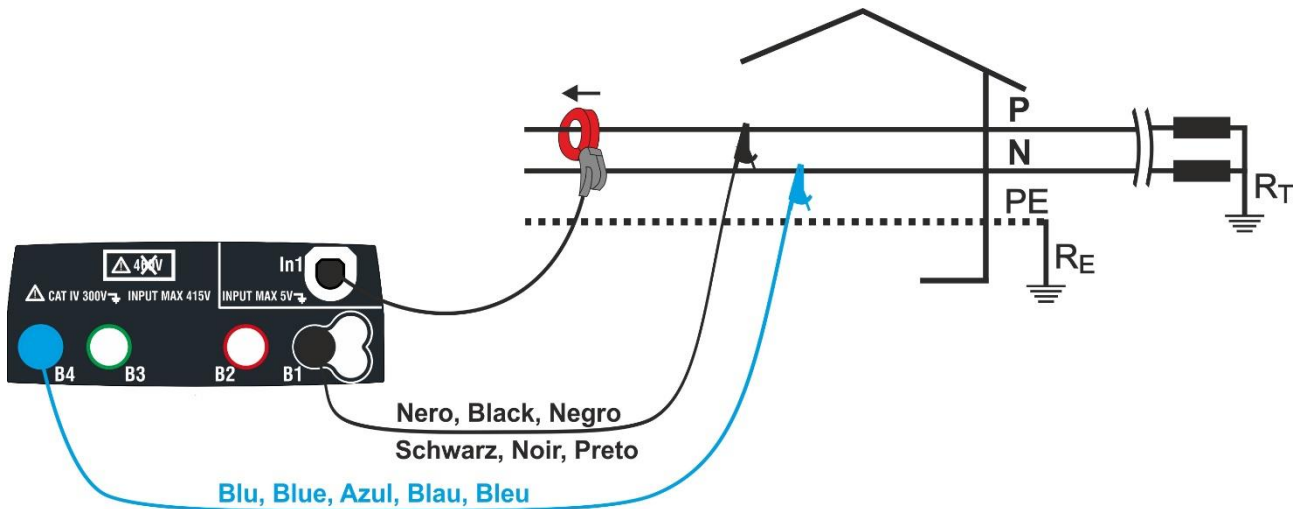

Fig. 37: Conexão para medição em planta Monofásica
4. Insira os conectores azul e preto dos cabos individuais nos respectivos terminais de entrada do instrumento B4, B1. Insira o correspondente crocodilo ou punção no final dos cabos. Conecte os crocodilos, ponteiros às fases P e N de acordo com a Fig. 37 para medir a tensão em sistemas monofásicos ou nas fases L1 e L2 de acordo com a Fig. 38 para medir a tensão em sistemas trifase equilibrados. Conecte o grampo externo à entrada **In1** do instrumento e ao condutor de fase para sistemas monofásicos ou estágio L3 para sistemas trifásicos balanceados. A flecha no grampo deve seguir a direção em que a corrente flui, normalmente do gerador para a carga, como mostrado nas Fig. 37 e Fig. 38